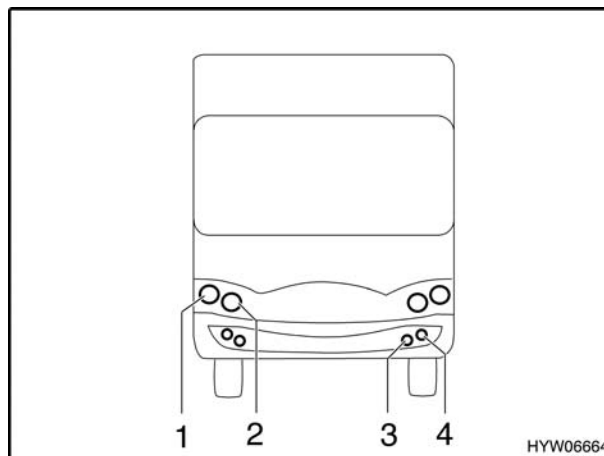

Fig. 194 Luci frontali (classe-B, B Star-Line, B-Classic)
**Classe B, B Star-Line, B-Classic****Faro anabbagliante (Fig. 194,1)**
**Abbagliante/luce di posizione (Fig. 194,2)**
**Luce fendinebbia (Fig. 194,3)**
**Indicatore di direzione (Fig. 194,4)**